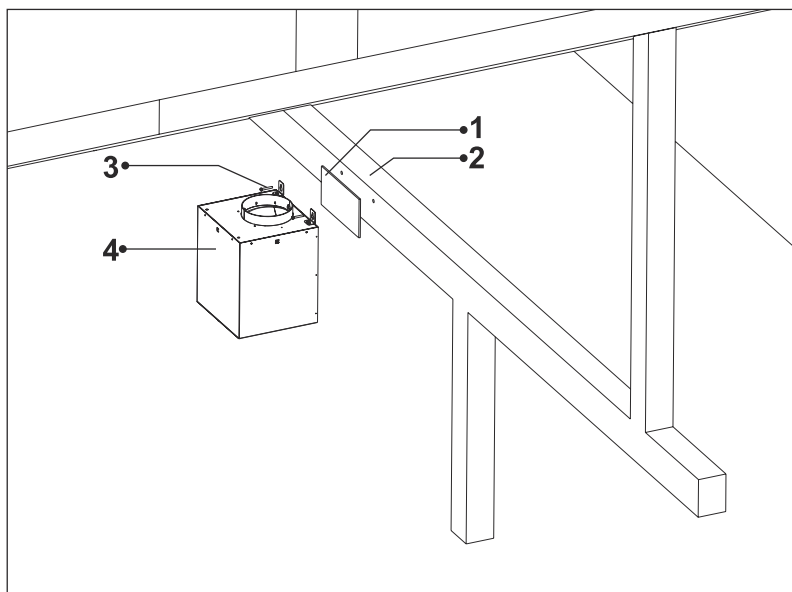

Fig. 19
14. Montér nu den eksterne loftmotor på spærret/lægten med 2 x 5,5x60mm skruer. (Fig. 19).